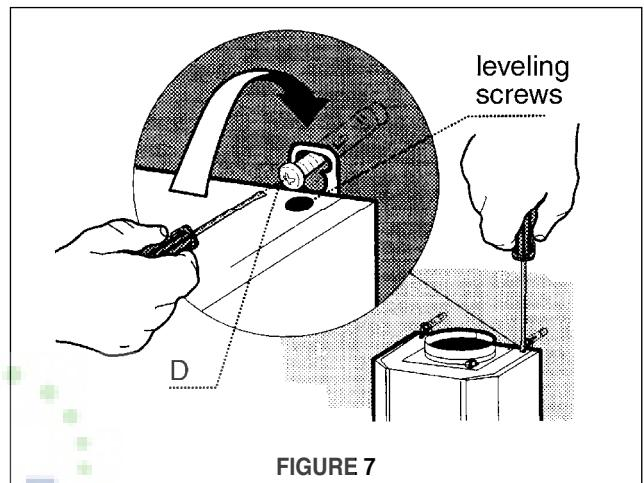

FIGURE 7
2. Avant d'accrocher la HOTTE, serrer les deux vis situées sur les points d'accrochage de la HOTTE (de la FIGURE 7).
3. Accrocher la HOTTE aux les VIS DE FIXATIONS (D de la FIGURE 7) prévues à cet effet. Serrer définitivement les VIS DE FIXATIONS.